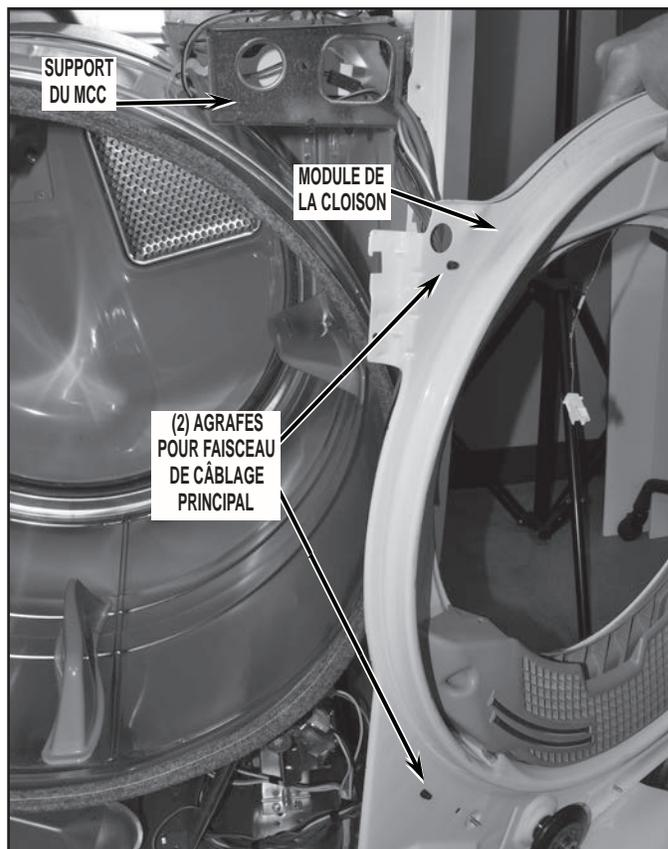

FIGURE 15
18. Faire pivoter le module de la cloison latéralement, et dégager deux (2) agrafes du faisceau de câblage pour séparer le faisceau de câblage du module de la cloison. Voir Figure 15.